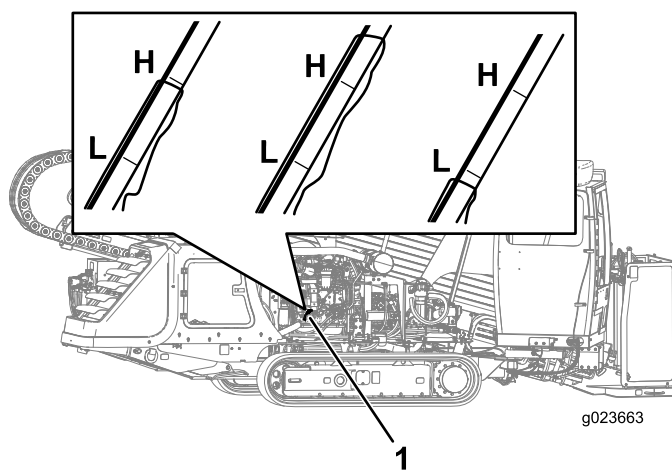

Рисунок 88
3. Извлеките измерительный щуп (Рисунок 88) и тщательно протрите его.